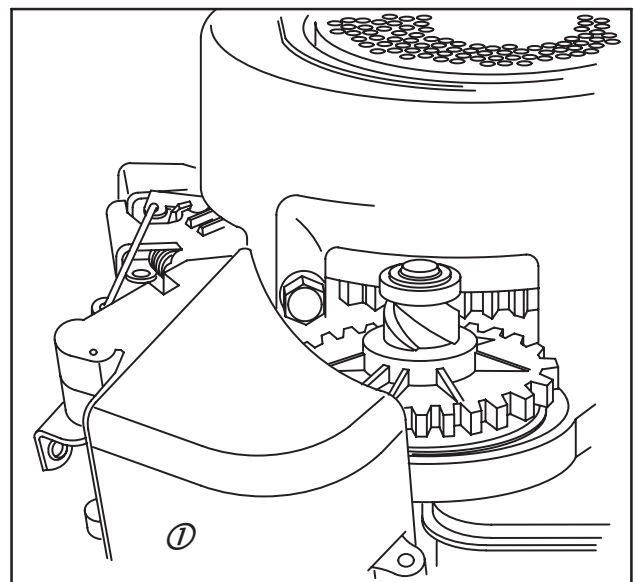

Fig. 118
3. Déposer les deux vis de maintien du capot d'interrupteur. Sur les moteurs System 4®, ôter le capot (1) comme indiqué en Fig. 118. Faire attention de ne pas endommager le levier lors de la dépose.